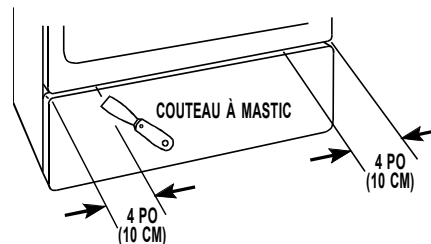

FIGURE 2
- a. Si le panneau est rectangulaire, enlever la partie inférieure du panneau en ôtant les deux (2) agrafes de blocage avec un couteau à mastic; les agrafes sont situées à 4 po (10 cm) de chaque côté du sommet du panneau de l'ouverture d'accès. Voir Figure 2.